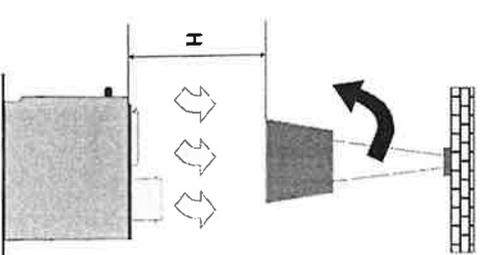

Fig. 1
1.11 **Attention!** La hotte est montée au mur au-dessus des **rechauds** sur la hauteur >650mm (Fig. 1).
5.3 La hotte fonctionne dans en régime de la recirculation (la circulation d'air fermée dans la cuisine) (fig. 1).